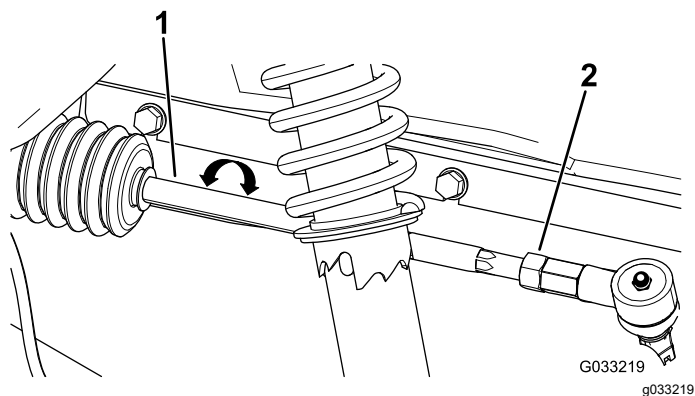

Figura 57
2. Si la distancia no es de 0 a 6 mm (0 a 1/4"), afloje las contratueras en el extremo exterior de las bielas (Figura 57).